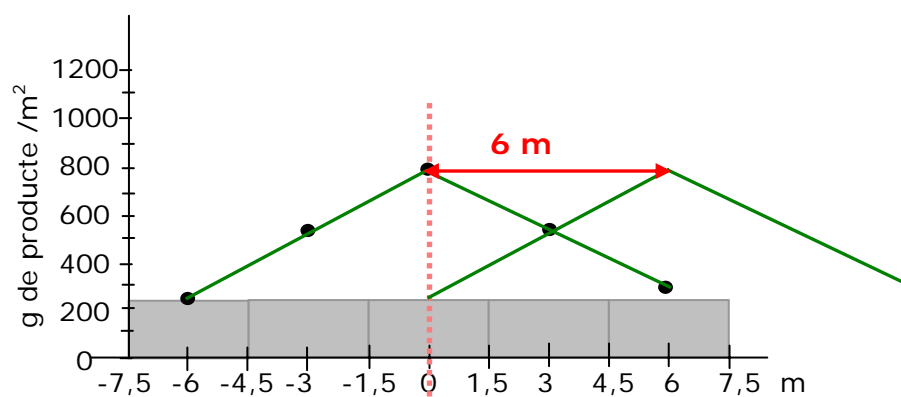

Figura 5.- Determinació de l'amplada de treball
9. Determina l'amplada de treball fent coincidir la dosi mínima amb la dosi màxima. L'amplada de treball és la distància entre passades que garanteix una distribució uniforme. En la Figura 5 es mostra com es determina l'amplada de treball.